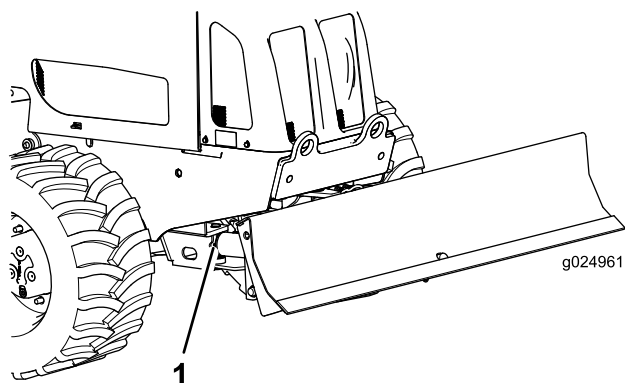

Рисунок 63
2. Подсоедините смазочный шприц к масленкам на каждом цилиндре углового смещения отвала и введите консистентную смазку в каждую масленку, сделав 3 качания шприцом (Рисунок 63).